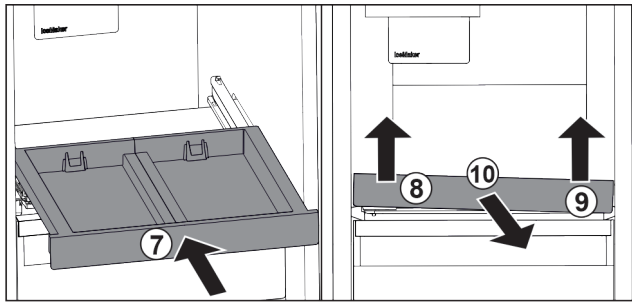

Fig. 31
- ▶ Vstavite izvlečno polico. Fig. 31 (7)
- ▶ Izvlečno polico dvignite naprej levo. Fig. 31 (8)
- ▶ Izvlečno polico dvignite naprej desno. Fig. 31 (9)
- ▶ Izvlečno polico odstranite v smeri naprej. Fig. 31 (10)